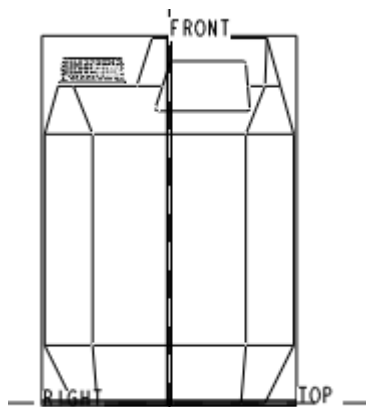

图 51-26
- (3) 单击【草绘】按钮，进入草绘工作环境，选择 FRONT、TOP 基准面为尺寸参照，如图 51-26 所示。